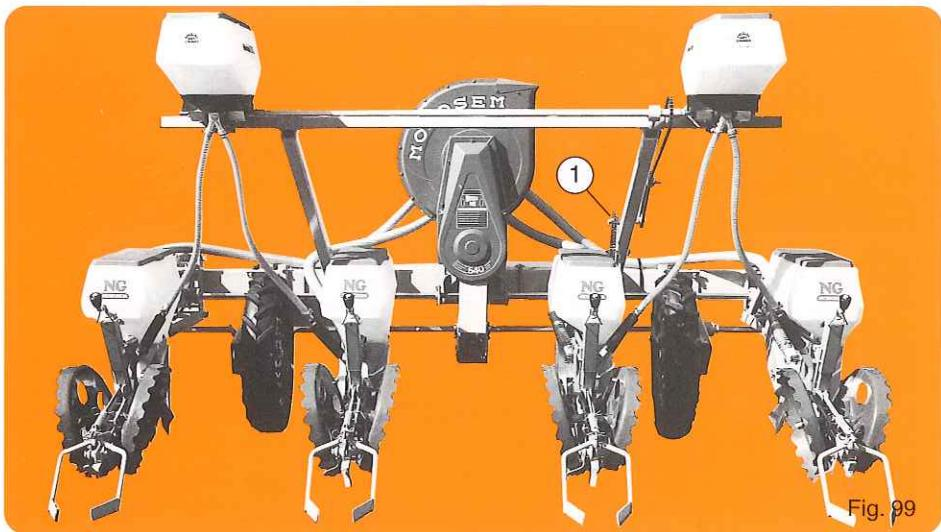

Fig. 99
- Fig. 99 pour la rampe standard arrière.
- Fig. 99 for the standard rear assembly.
- Abb. 99 für Standardausführung - Anbau hinten.
- Fig. 99 voor de standaard aanbouw achter.